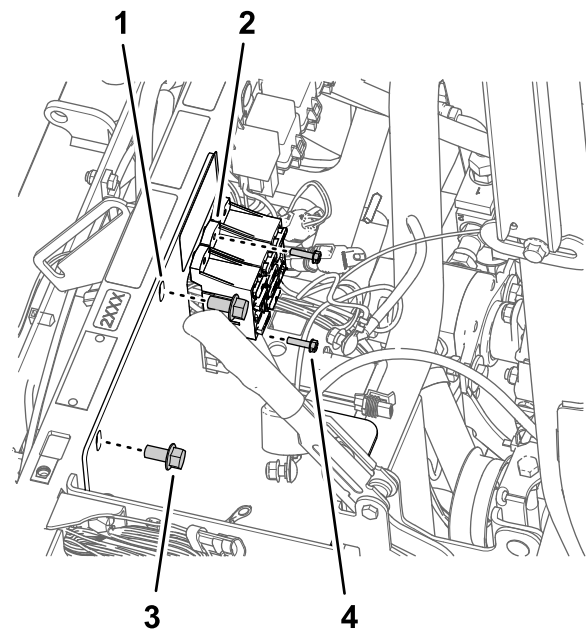

Bild 172
3. Entfernen Sie die Bolzen (10-24 x 3/4") und Muttern (10-24), die den Sicherungskasten an der Batteriehalterung halten (Bild 172).
4. Entfernen Sie die zwei Bundkopfschrauben (3/8" x 3/4"), mit denen die Batteriehalterung am Stützrohr des Stoßdämpfers der Maschine befestigt ist (Bild 172).